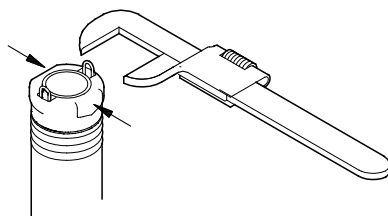

Fig. 8 Sujeción de la bomba
- La bomba sólo debe ser sujeta de las dos alas en la parte superior de la bomba, ver fig. 8.